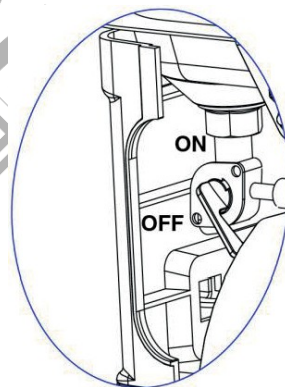

Fig. 5
**Maneta supapei de combustibil (Fig. 5)**